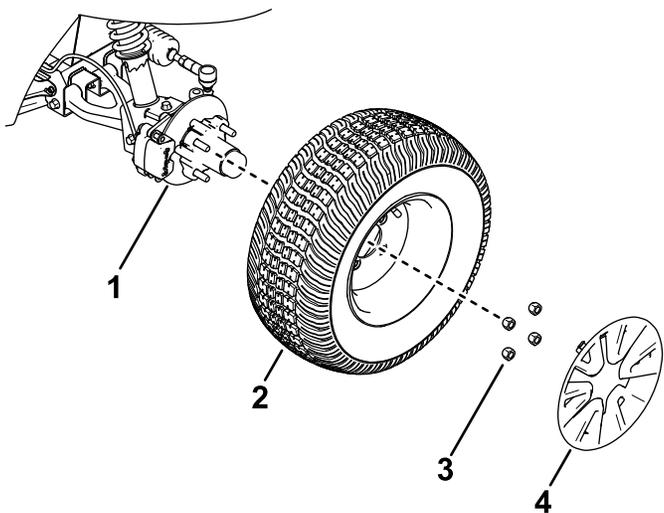

Figura 20
2. Retire el tapacubos y las 4 tuercas que sujetan la rueda al cubo (Figura 20).
4. Alinee los orificios de la rueda con los espárragos del cubo y monte la rueda en el cubo con el vástago de la válvula hacia fuera (Figura 20).
5. Sujete la rueda al cubo usando las tuercas de las ruedas (Figura 20).